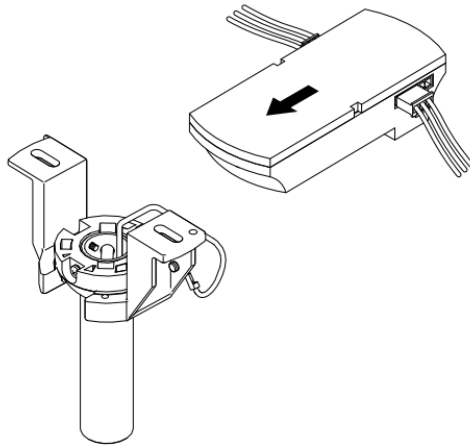

Fig. 13
9. Inserte el receptor remoto con cuidado sobre la bola de colgado en el espacio sobrante del soporte de montaje. Tome precauciones para no dañar o aflojar ninguno de los cables. (Fig. 13)